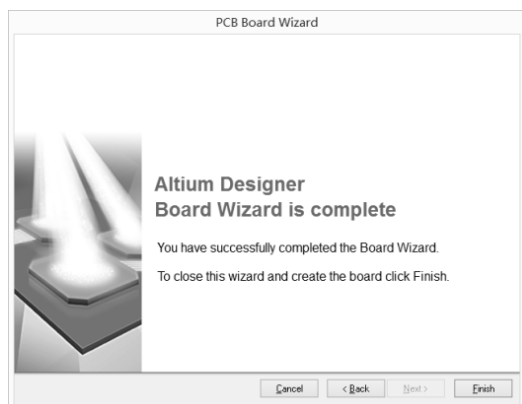

图 3.2.18 PCB 设置完成窗口
(9) 单击“Next”按钮,出现 PCB 设置完成窗口,如图 3.2.18 所示单击“Finish (完成)”按钮,将启动 PCB 编辑器,至此完成了使用 PCB 向导新建 PCB 板的设计。